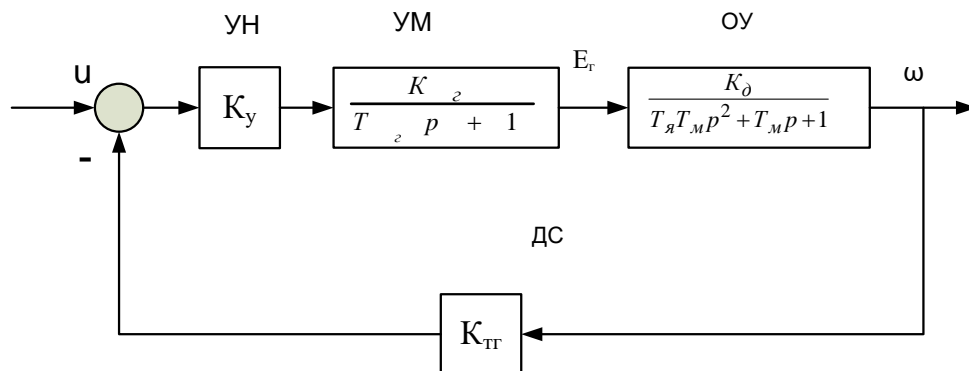

Рис.1
На рис.1 представлена структурно-функциональная схема одноконтурной системы управления двигателем постоянного тока с независимым возбуждением.
На рис.1 приняты следующие обозначения: ОУ - объект управления (двигатель); УН - полупроводниковый усилитель напряжения; УМ - усилитель мощности (генератор постоянного тока); ДС - датчик скорости (тахогенератор); и - напряжение управления; E_r - э.д.с. генератора; ω - угловая скорость вращения вала двигателя (управляемая переменная); T_z , T_y , T_m - постоянные времени обмотки возбуждения генератора, якорной цепи двигателя и электрохимическая постоянная времени двигателя, соответственно.
1. По передаточной функции ОУ (рис.1) составить его уравнения состояния в скалярной и векторно-матричной формах; используя численные значения параметров (табл.1), оценить управляемость и наблюдаемость ОУ по критериям Калмана.